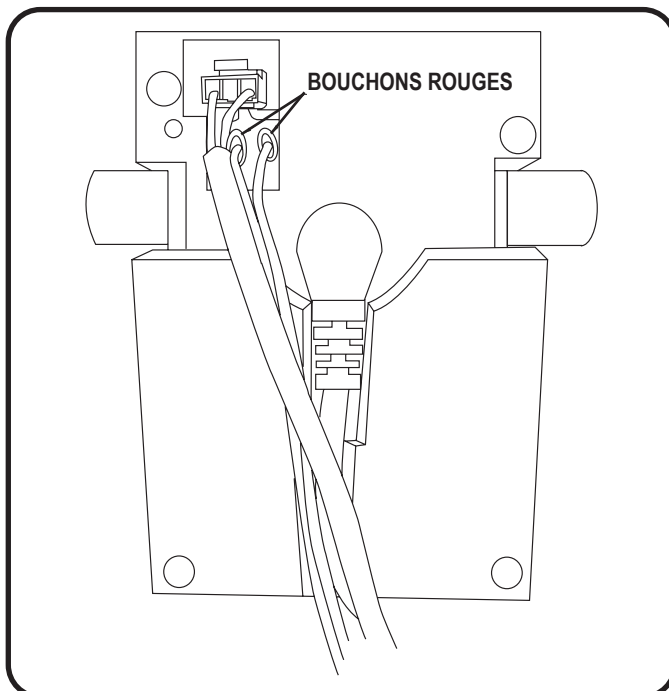

Figure 6.2 Bouchons d'interrupteur de sécurité
2. Si un des moteurs est dérégulé, débranchez l'un des deux connecteurs rouges de la boîte de contrôle des moteurs (Fig. 6.2).
4. Rebranchez le connecteur rouge sur la boîte de contrôle des moteurs (Fig. 6.2).